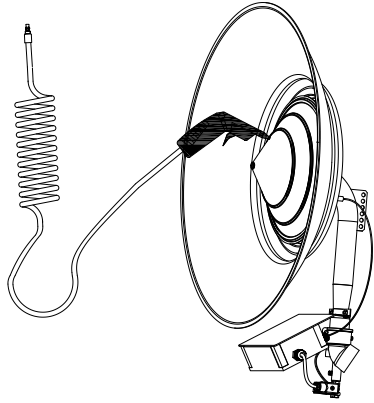
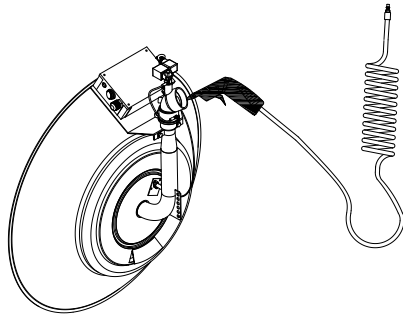

Fig. 11
Fig. 12
Limpieza con aire (Fig. 11 y Fig. 12)
- Colocar el radiador de forma vertical con la conexión de gas hacia abajo, y proyecte el aire comprimido por toda la superficie del cono exterior dirigiendo el chorro de aire hacia el cono interno (Fig. 11).
Dele la vuelta al equipo y sople el aire comprimido a través de la abertura de entrada de aire. (Fig. 12).
Cleaning with air (Fig. 11 and Fig. 12)
- Position the brooder upright, with the gas connection facing down, and direct the compressed air over the entire surface area of the outer cone, aiming the air jet at the inner cone (Fig. 11).
Turn the appliance over and blast the compressed air through the air inlet opening (Fig. 12).
Nettoyage à l'air comprimé (Fig. 11 et Fig. 12)
- Placez le radiant verticalement avec le raccordement de gaz vers le bas, et projetez l'air comprimé sur toute la surface du cône extérieur en dirigeant le jet d'air vers le cône interne (Fig. 11).
Retournez le radiant et projetez l'air comprimé au travers de l'ouverture d'entrée d'air. (Fig. 12).